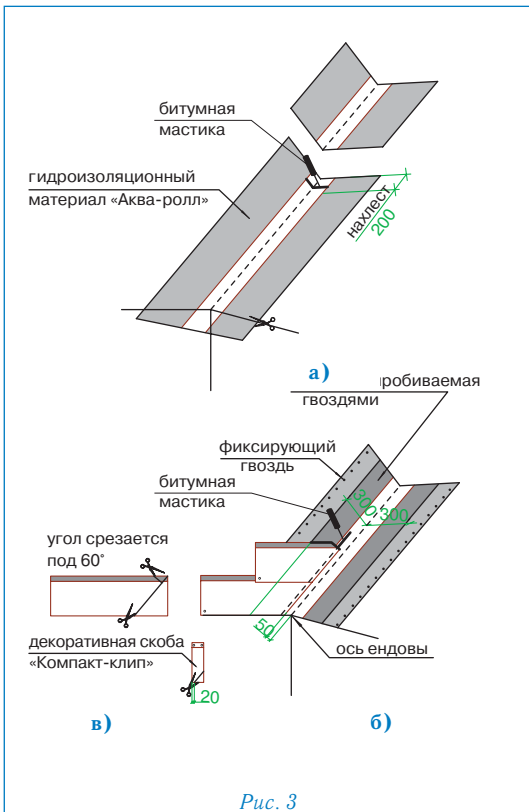

Рис. 3
### Ендова (рис. 3)
- ровно по центру ендовы расстилается специальный рулонный материал «Аква-ролл», фиксируется в верхней части двумя гвоздями и обрезается в нижней части по линии карниза (рис. 3а);
**Внимание: 1.** «Аква-ролл» должен доходить до линии конька и заводится за нее. **2.** «Аква-ролл» укладывается с нахлестом 20 см, место нахлеста тщательно обрабатывается битумной мастикой (рис. 3а).
- непосредственно перед укладкой в ендову черепицы, защитная пленка с лицевой стороны «Аква-ролла» снимается и на самоклеящуюся поверхность укладываются листы черепицы, обрезанные в соответствии с заранее отбитыми линиями (рис. 3б);
**Внимание: 1.** Необходимо также подрезать верхний уголок обрезанного края листа (см. рис. 3в) для правильного стока воды.
**2.** Крепление обрезанного листа к медной части «Аква-ролла» осуществляется при помощи сплошной полосы битумной мастики (рис. 3б).
**4.** В случае, если скоба «Компакт-клип» приходится на место обреза листа, можно либо обрезать накладку, оставив минимум 2 см в нижней части (рис. 3в), либо произвести укладку листов без использования накладки.